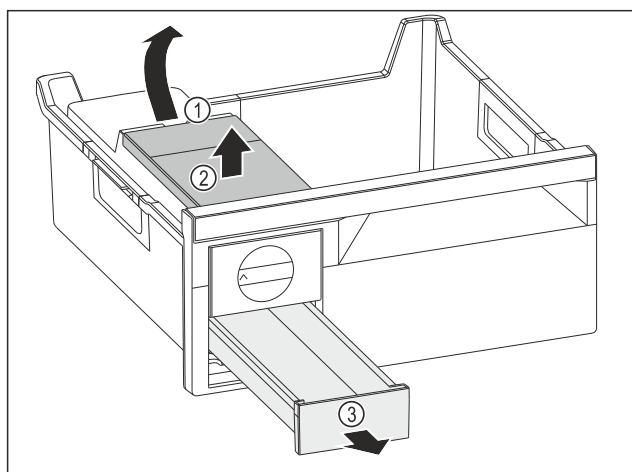

Fig. 170
- ▶ Wassertank entnehmen: Wassertank an der Aussparung Fig. 170 (1) anheben.
- ▶ Wassertank Fig. 170 (2) nach oben entnehmen.
- ▶ Eiswürfelschubfach Fig. 170 (3) nach vorne entnehmen.